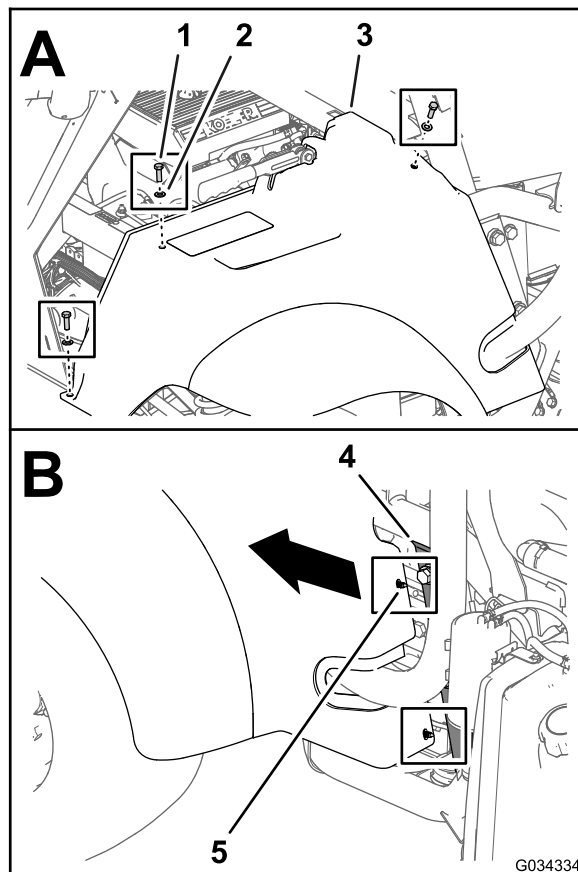

图 3
2. 将座椅底座和挡泥板向前移动从机器左侧 ROPS 通道内的 2 个孔 6.4mm 中拿掉座椅底座的 2 个塑料夹锚栓图 3。
1. 拆下将左座椅底座和挡泥板固定至机器底盘上的 3 个螺栓 5/16 x 1 英寸和 3 个垫圈 5/16 英寸图 3。